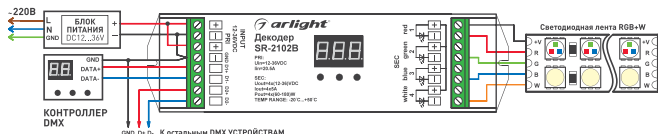
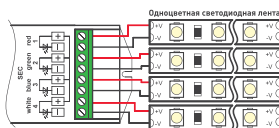

Рис.1. Схема подключения декодера при использовании ленты RGBW и режима 4ч.
Рис. 4. Подключение одноцветной светодиодной ленты (1ч).
- 3.3. Подключите светодиодную ленту или другой совместимый светодиодный источник света к выходу SEC контроллера, соблюдая полярность и расположение проводов RGBW. Возможные варианты использования контроллера показаны на Рис. 1 – Рис. 4.